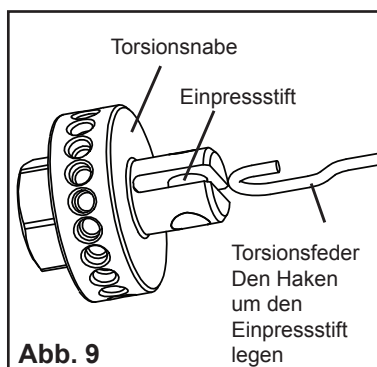

Abb. 9
15. Das Schlaufenende der Torsionsfeder um den Stift der Torsionsnabe legen (Abb. 9).